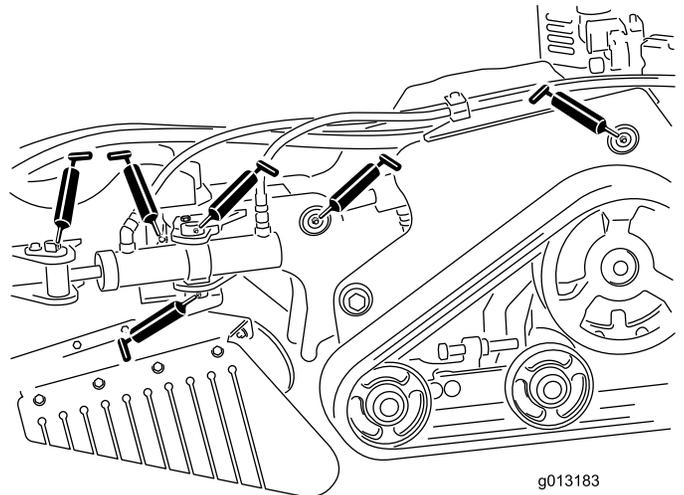

**Figura 24**
3. Desaperte os 2 parafusos que fixam o resguardo inferior sequencialmente, até o resguardo ficar livre (Figura 24).
5. Para instalar o resguardo antes de utilizar a máquina, deslize o resguardo inferior para a máquina de modo a assentar nas 4 patilhas e fixe-o com os 2 parafusos que desapertou anteriormente (Figura 24).